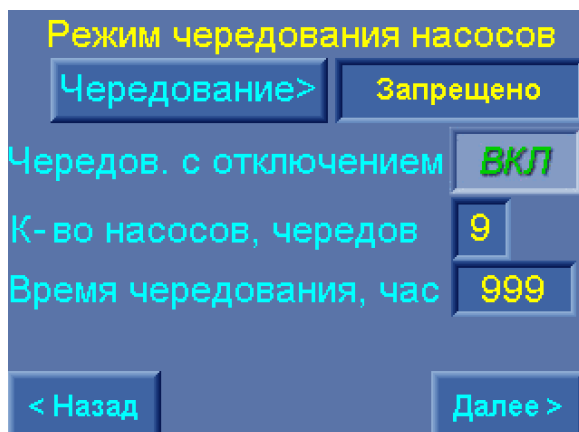

Рис. 10.26. Меню Режим чередования насосов
Функция чередования насосов программируется от экрана меню Режим чередования насосов (рис. 10.26).
3) Определить порядок чередования насосов. При выборе способа чередования «По наработке» на экране меню (рис.10.26) появляется строка «Чередование с отключением». При нажатии клавиши **ВКЛ / ВЫКЛ** задается порядок чередования: с отключением насосов / без отключения насосов (п.4.3).